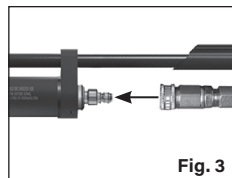

Fig. 3
4. Enchufe el conector de desconexión rápida de su equipo de llenado a la boquilla de llenado del arma de aire (Fig. 3).